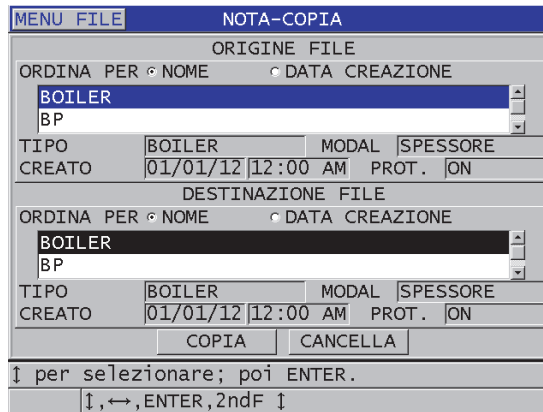

Figura 11-25 Copia di una tabella delle note da un file all'altro
3. Nella schermata **NOTA-COPIA** (vedi Figura 11-25 a pagina 227):